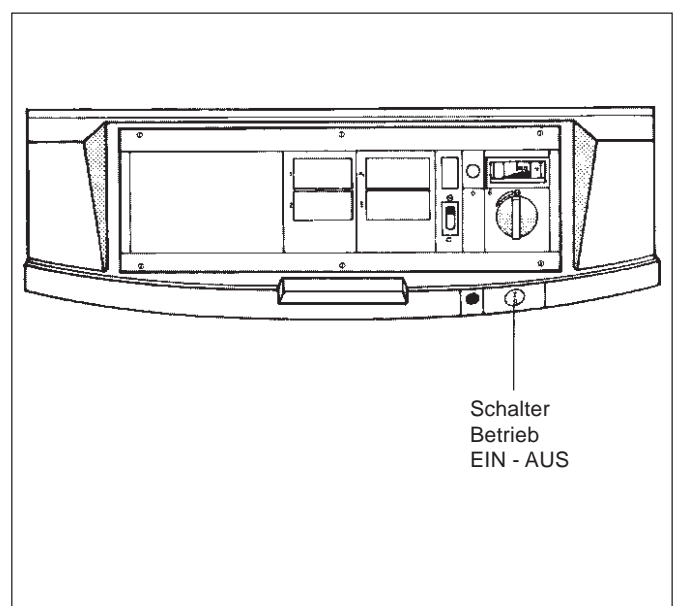

Abb. 27: Regelgerät
- Schalter Betrieb in Stellung 0 (Aus) stellen (Abb. 27).